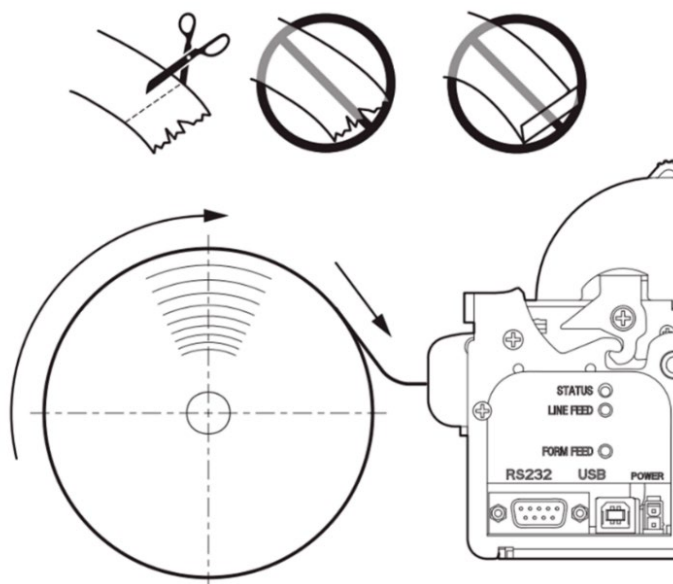

Рисунок 17. Вставка чековой ленты в отверстие
6. Проверьте, что конец чекового рулона ровный и без загибов. При необходимости отрежьте ножницами конец чекового рулона, чтобы он стал ровный. Вставьте конец чековой ленты в отверстие для бумаги (см. рис. 17):